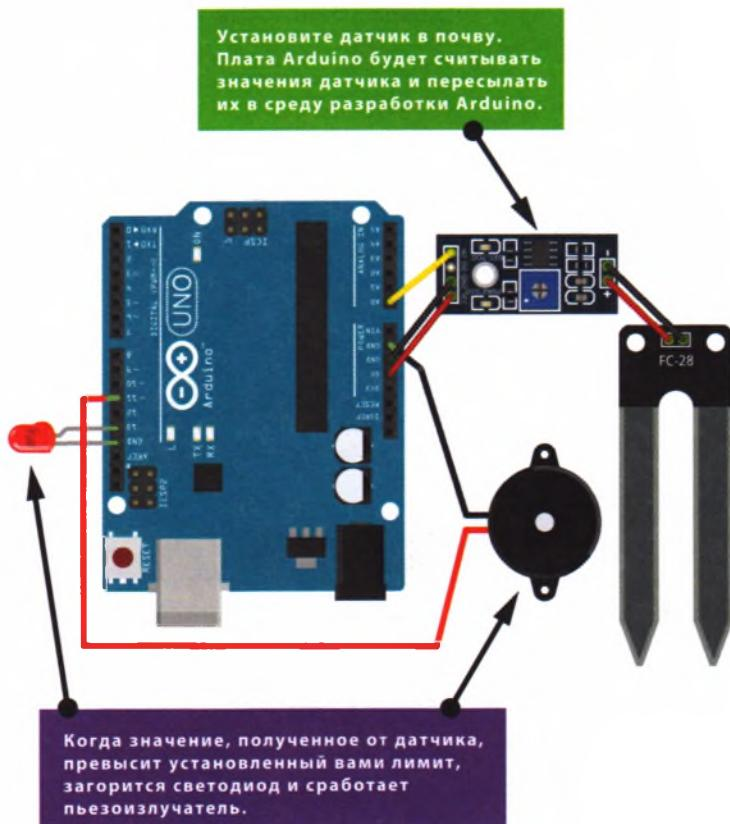

РИСУНОК 5.5
5. Убедитесь, что ваша цепь соответствует схеме на рис. 5.5, а затем загрузите в память Arduino код скетча, приведенный в разделе «Скетч» далее в этом проекте.
- Подключите плату Arduino к компьютеру с помощью USB-кабеля. Откройте панель монитора порта в среде разработки Arduino, чтобы увидеть значения с датчика. Так вы сможете откалибровать устройство контроля полива вашего растения. В среде разработки отобразится актуальное показание датчика. В моем случае значение было равно 1000, если датчик не был установлен в почву. Так я вычислил значение минимальной влажности. Для калибровки этого значения вы можете поворачивать ручку потенциометра на контроллере по часовой стрелке для увеличения сопротивления и против часовой стрелки для уменьшения (см. рис. 5.5).